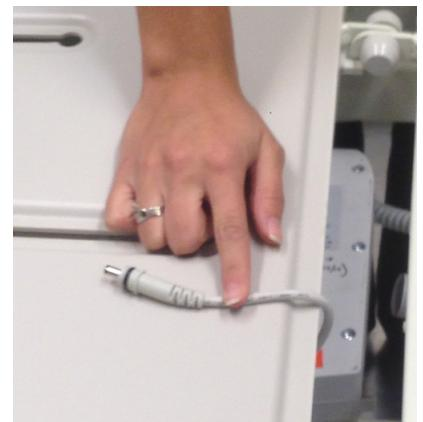

図 5 – コントロールボックスからバッテリーケーブルを抜き去る
5. テープを使用して、バッテリーケーブルをボトムフレームに固定します (図 5)。